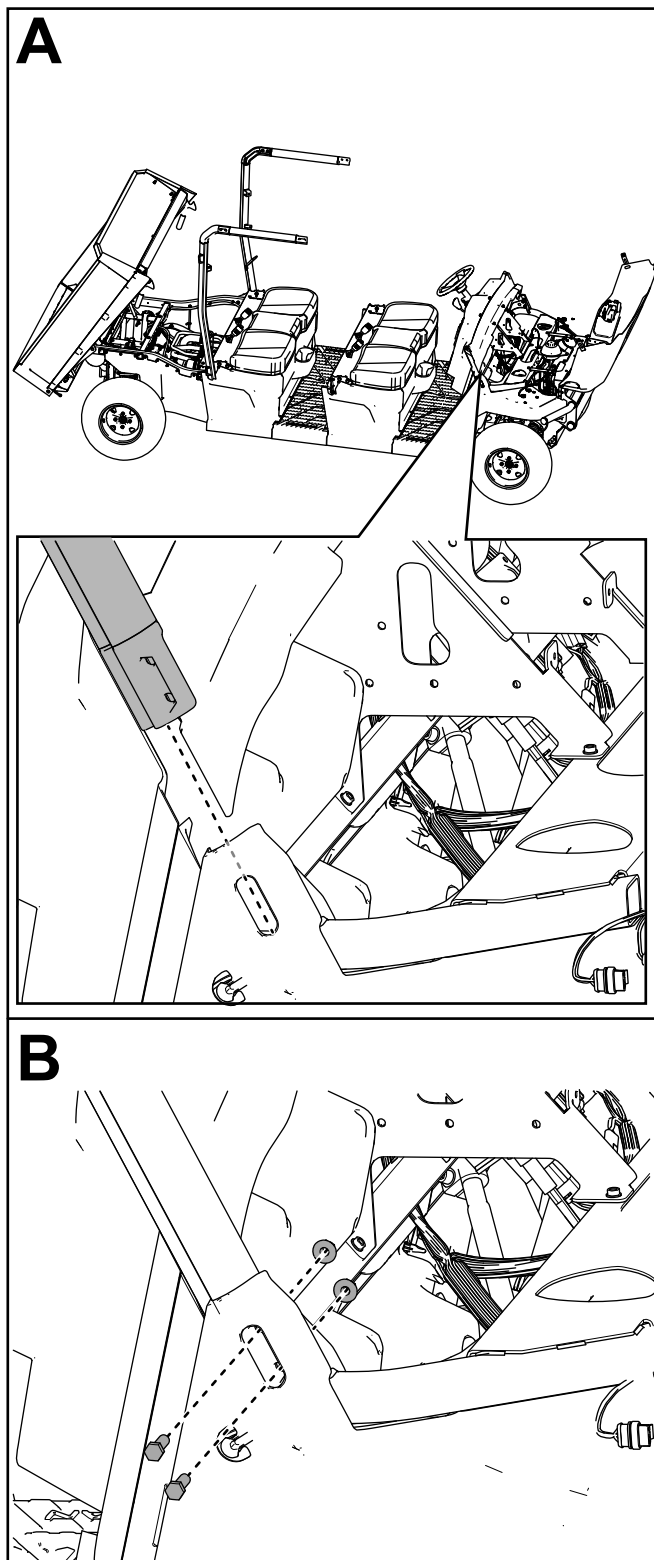

Figure 38
10. Fixez légèrement la barre avant droite de l'arceau de sécurité sur son support à l'aide de 2 boulons à tête hexagonale ($\frac{3}{8}$ " x $1\frac{1}{4}$ ") et de 2 contre-écrous ($\frac{3}{8}$ "), comme montré à la Figure 38.